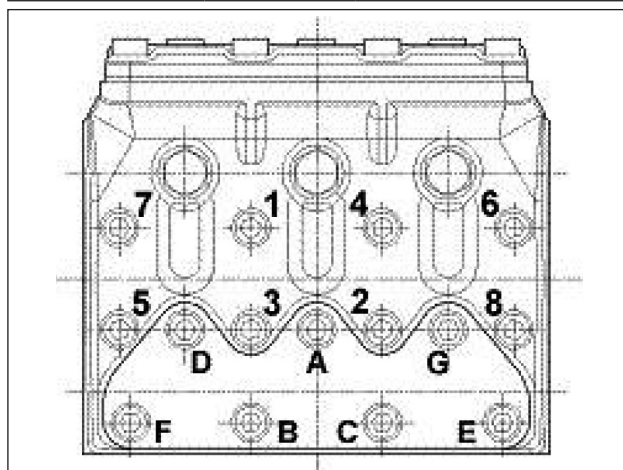

Рис. 24
- ** Винты крепления головки, поз. 39 на детализированном чертеже (65-KFR), необходимо затягивать динамометрическим ключом в порядке, указанном на схеме на Рис. 24, смазав резьбовую ножку.
- *** Винты крепления крышек клапанов, поз. 40 на детализированном чертеже (61-KFR), нужно затягивать динамометрическим ключом в порядке, указанном на схеме на Рис. 24, смазав резьбовую ножку.